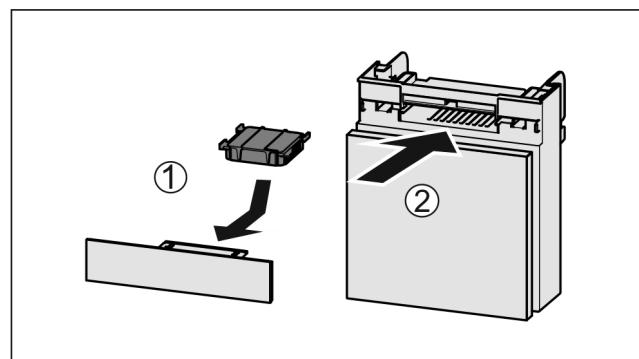

Fig. 201
- ▶ 按图装入 Fig. 201 (1)活性炭过滤器。
- ▶ 推入 Fig. 201 (2)抽屉。